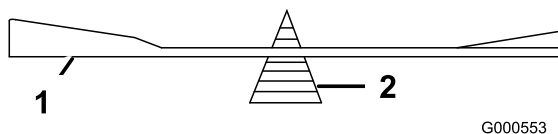

Figure 40
2. Vérifiez l'équilibre de la lame en la plaçant sur un équilibreur (Figure 40). Si la lame reste horizontale, elle est équilibrée et peut être utilisée. Si la lame est mal équilibrée, répétez la procédure d'affûtage du côté le plus lourd jusqu'à ce que la lame soit correctement équilibrée.